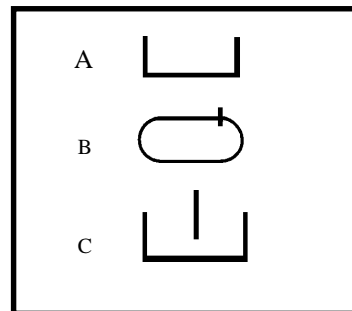

Figure 3
2. La ley de Pascal sostiene que cuando un fluido dentro de un contenedor es sometido a presión, la presión se transmite igualmente en todas direcciones y a todas las caras del contenedor. Éste es el principio que se usa para extender el ariete en un cilindro hidráulico (Fig. 3).
Los depósitos (Fig. 3) se representan con un cuadrado abierto que corresponde a un depósito ventilado a la atmósfera, o un cuadrado cerrado que corresponde a un depósito presurizado. En todo sistema los depósitos tienen por lo menos dos tuberías conectadas, en algunos son muchas más. A menudo los componentes que están conectados a él están dispersos por todo el diagrama esquemático. En lugar de tener muchas líneas confusas por todo el diagrama esquemático, es común dibujar símbolos de depósito individuales cerca de los componentes, tal como ocurre con el símbolo de tierra de algunos diagramas de cableado. Por lo general el depósito es el único componente que se representa más de una vez.